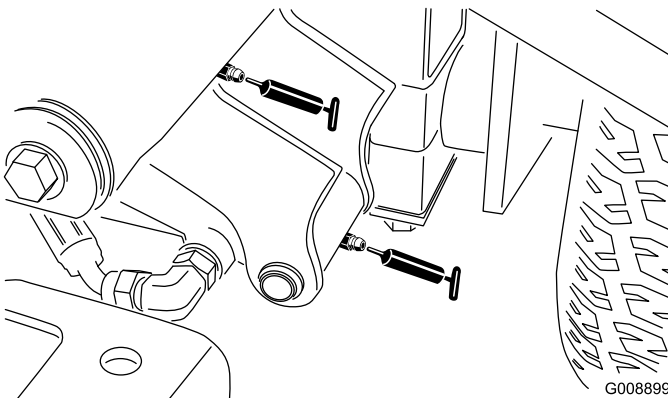

Figura 34
- Pivote y cilindro de elevación del brazo de elevación delantero izquierdo (2) (Figura 34)